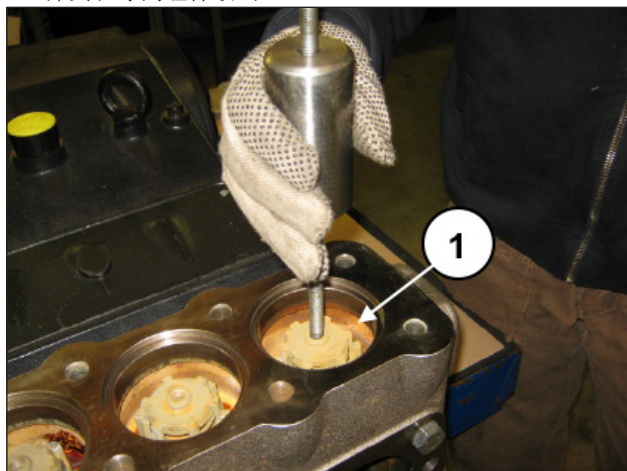

图 95
D) 可将锤头式提取器(代码 27516400)作用在阀导承(位置①，图 95)的M10孔上，或用一个M10-M16适配器(代码 25089700)作用在阀导承的M16螺纹上，将排出阀导承、弹簧和球阀组件取出。